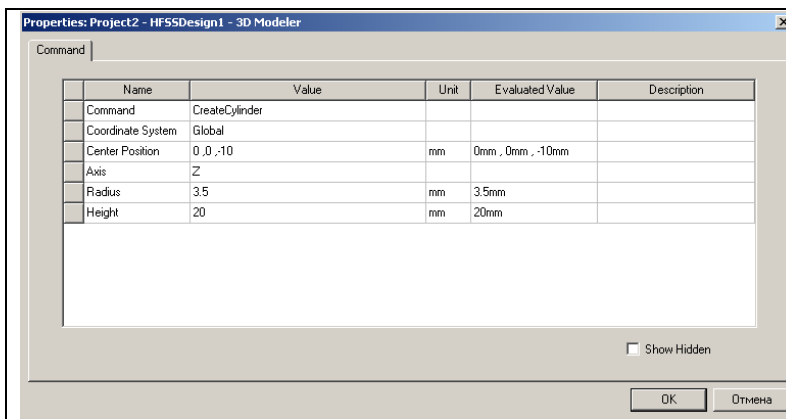

Рис. 1.3. Параметры внешнего вертикального цилиндра
4. Для завершения черчения цилиндра щелкните левой кнопкой мыши. Появится диалоговое окно (рис. 1.3). Введите размеры цилиндра (Radius и Height) и координаты точки, в которой будет расположено его основание (Center Position). Нажмите кнопку **ОК**.